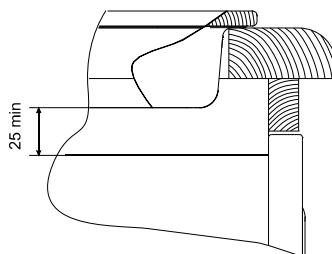

рис. 3
- При совместной установке варочной панели и жарочного электрощекафа необходимо учитывать выступание корпуса варочной панели из нижней части столешницы и верхней части корпуса жарочного электрощекафа. Соприкасание не допускается. Рекомендуемый воздушный зазор не менее 25мм. (см. рис. 3)